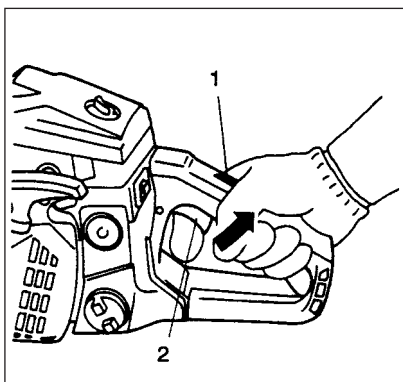

Fig. 2-4B
4. Når du hører at motoren vil starte, med gassregulatorsperren trykket inn (2), trykk på gassregulatoren (4). Dette vil automatisk løse ut gassen fra startposisjon til bruksposisjon, og returnere chokehendelen til bruksposisjon. (Fig. 2-4B)